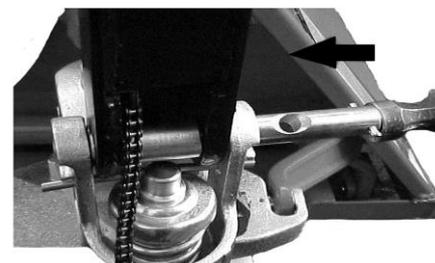

Fig. 6 : Montage de l'axe
a) Insérez le bras d'attelage (1) dans le piston de la pompe. Utilisez ensuite un marteau pour insérer l'axe avec le trou dans la pompe hydraulique et le bras d'attelage de droite à gauche (fig. 6).